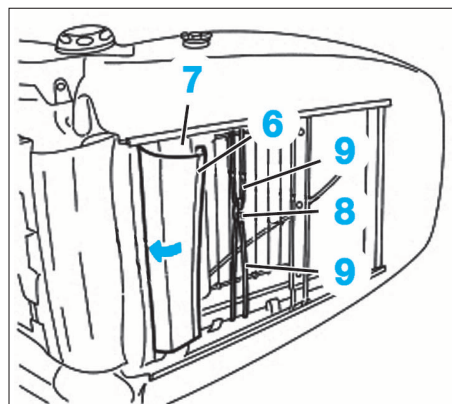

FIG. 16
- Défaire l'attache (6) du profil métallique (7) (Fig.16).